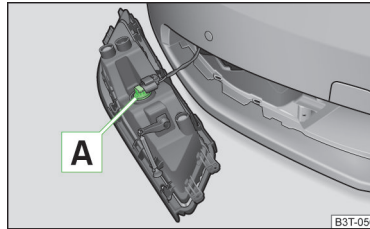

Abb. 209
- › Den Lampensockel » Abb. 209 bis zum Anschlag **entgegen dem Uhrzeigersinn** drehen und herausziehen.